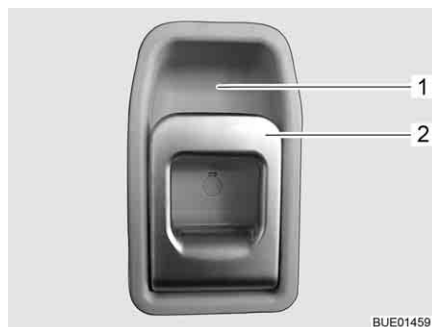

Fig. 34 Cerradura de la puerta de entrada, en el interior
- Tirar del tirador (Fig. 34,2). Se desbloqueó la cerradura de la puerta.
- Presionar la parte superior del tirador (Fig. 34,2) hacia el alojamiento del tirador (Fig. 34,1).